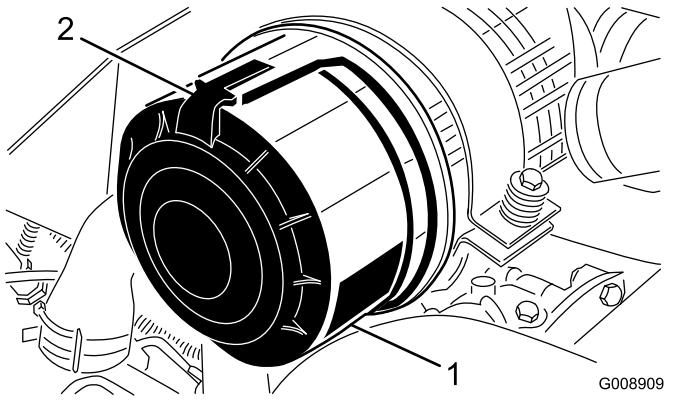

Figura 58
1. Abra los enganches que sujetan la tapa del limpiador de aire a la carcasa del limpiador de aire (Figura 58).